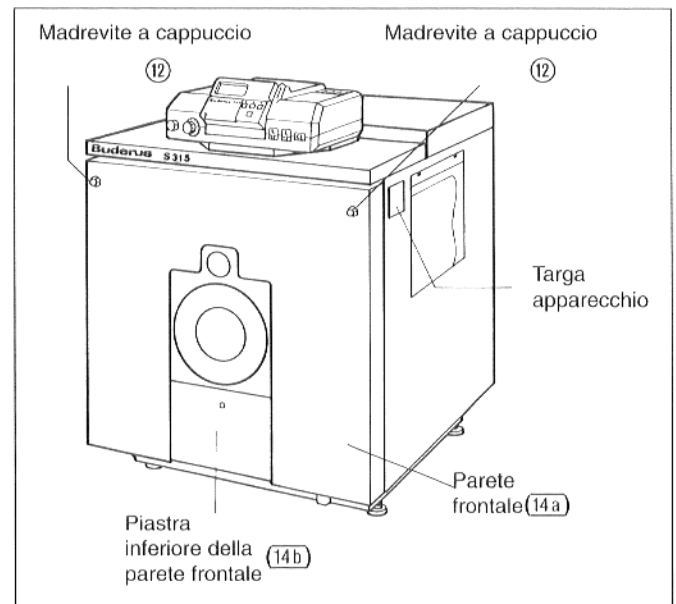

Fig. 21
- Avvitare la piastra inferiore della parete frontale (14b) alla porta del bruciatore con due viti autofilettanti (Fig.21).
- Spingere la parete frontale (14a) nei ritagli delle piegature delle pareti laterali ed appenderla con i fori destro e sinistro nei perni a vite (Fig.21).
- Allineare la parete frontale ed avvitare con le madrevite a cappuccio (12).
- Fissare la seconda targhetta di caldaia, secondo le circostanze, alla parete laterale destra oppure sinistra (Fig. 21).